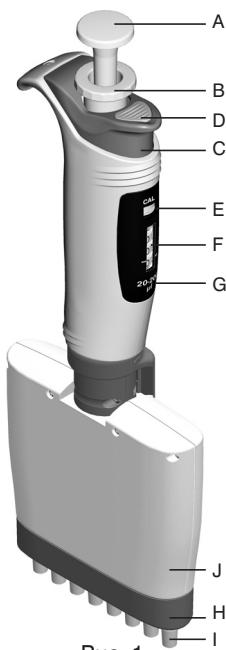
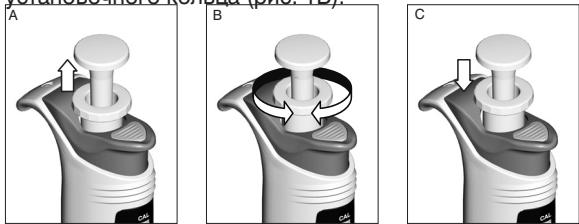

Рис. 1
Рис. 2
Пипетки оснащены четырехразрядным счетчиком, показывающим отмеренный объем, а установка объема производится при помощи установочного колеса (рис. 1В). Конструкция пипетки позволяет блокировать установленный объем.
Объем пипеток идентифицируется цветом надписи Золотник калибрационный (рис. 1Е) и Заглушке (рис. 1D) в зависимости от использованного типа наконечников.
Установка объема производится при помощи установочного кольца (рис. 1В).
Изменение объема возможно после установки кольца в верхнем положении (рис. 2А и 2В).
После установки требуемого объема, кольцо (рис. 1В) необходимо переместить вниз для предотвращения случайного изменения значения объема (рис. 2С).
- Если требуемый объем является меньше, чем установлен на счетчике, следует уменьшить показания счетчика до нужной величины. Перед достижением требуемого объема нужно уменьшить скорость вращения установочного кольца (рис. 1В), чтобы случайно не перейти за нужную величину (рис. 3).
- Если требуемый объем является больше, чем установлен на счетчике, следует увеличить показания счетчика до величины превышающей требуемый объем примерно на 1/3 оборота нижнего кольца. Далее, медленно вращая установочное кольцо (рис. 1В), уменьшить установку до требуемого значения (рис. 3).
После установки требуемого объема, кольцо (рис. 1В) необходимо переместить вниз для блокирования установки значения объема (рис. 2С).
ВНИМАНИЕ: калибровочный золотник (рис. 1Е), расположенный над счетчиком, должен находиться в нижнем положении. В противном случае, каждое изменение объема будет приводить к раскалибровке пипетки.